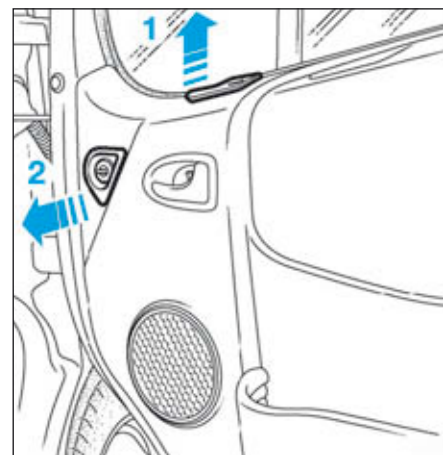

FIG.32
- Déposer la commande de lève-vitre (1) (Fig.32).
- Déposer l'interrupteur d'inhibition de l'airbag passager (2).